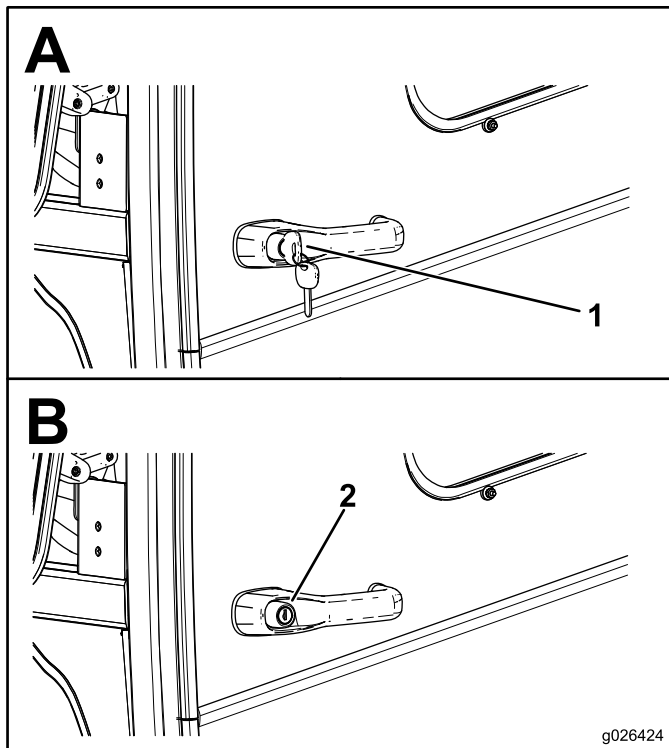

Рисунок 10
1. Вставьте ключ в отверстие на ручке, если дверь заперта, и поверните ключ в положение "открыто" (Рисунок 10).
2. Надавите на кнопку на ручке и откройте дверь (Рисунок 10).